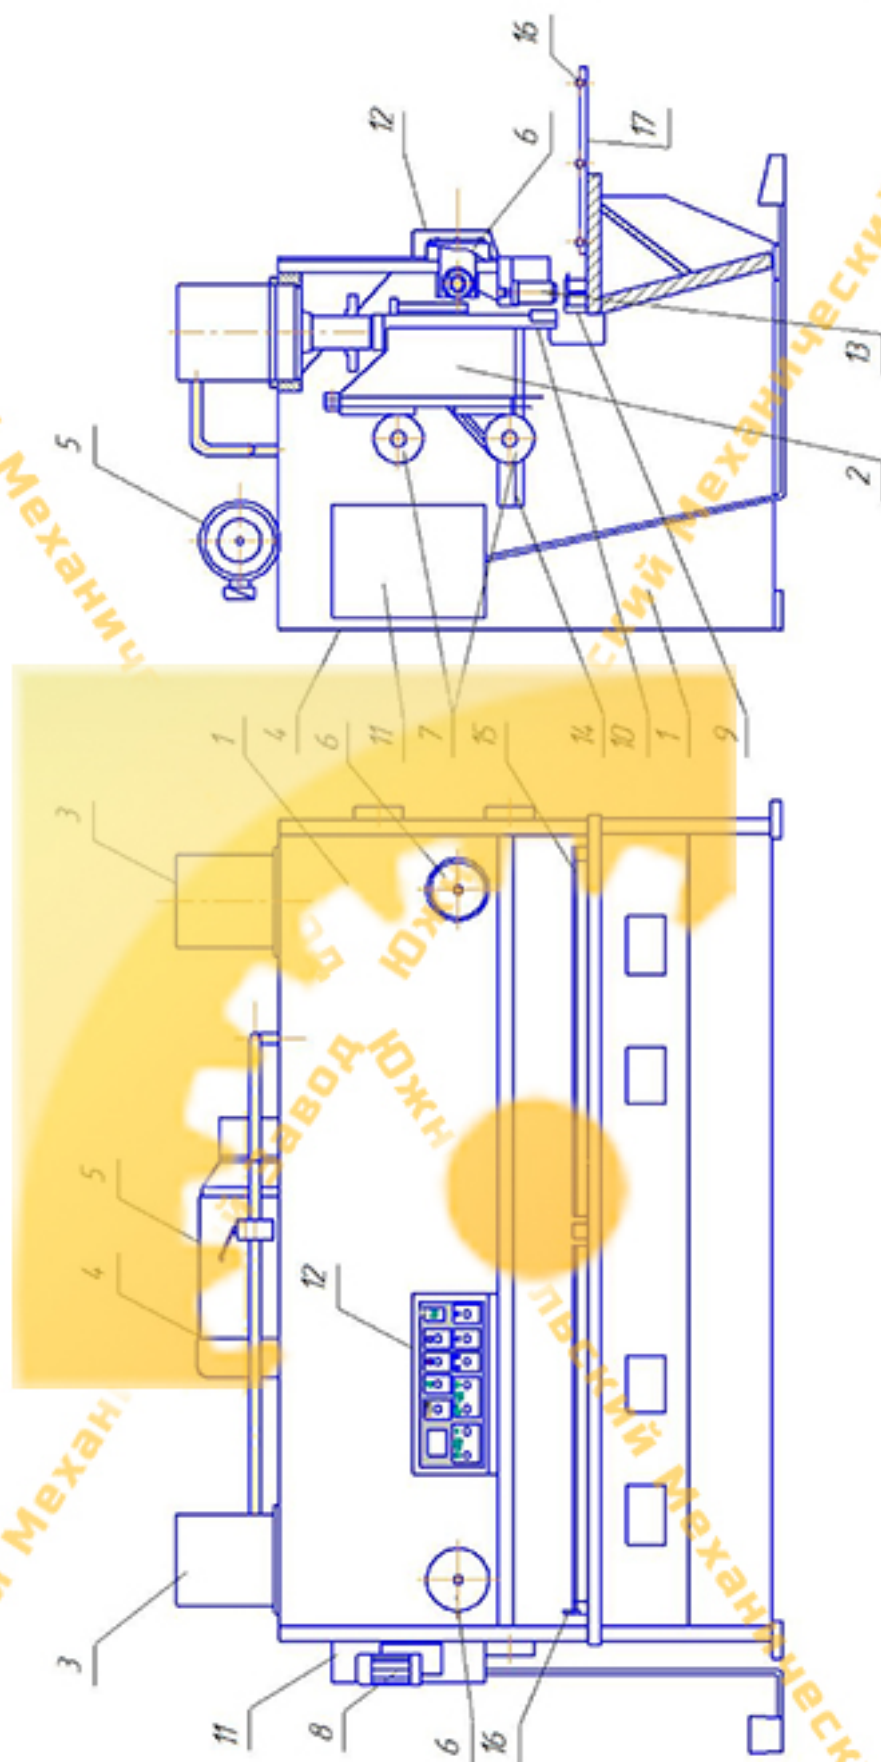

Рис. 2 Общий вид с обозначением составных частей насоса.
4.1. Общий вид с обозначением составных частей ножниц (рис.2).
5.5. Станина (Рис. 2, поз. 1)
5.6. Ножевая балка (Рис. 2, поз. 2)
5.7. Левый и правый гидравлический цилиндры (Рис. 2, поз. 3)
5.8. Гидравлическая система (Рис. 2, поз. 4)
5.9. Прижим (Рис. 2, поз. 13)
5.10. Регулировка зазора между ножами (Рис. 2, поз. 8).
5.11. Электрооборудование. (Рис. 2, поз. 11).